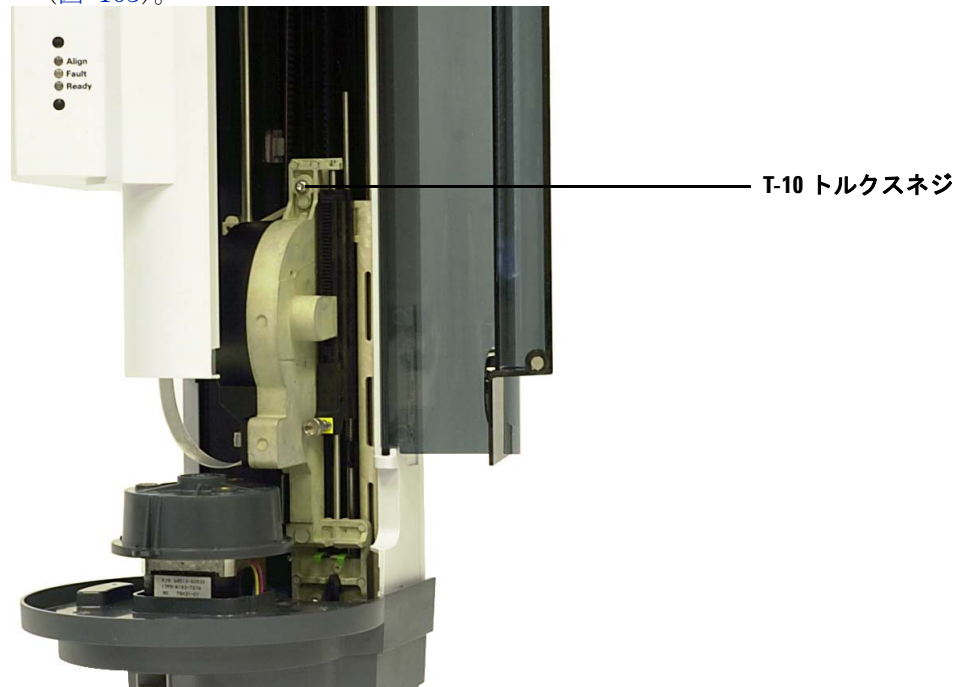

図 103 シリンジキャリアアセンブリ上部のネジを締める
- 11 シリンジキャリアアセンブリの上部の T-10 トルクスネジを完全に締めます (図 103)。